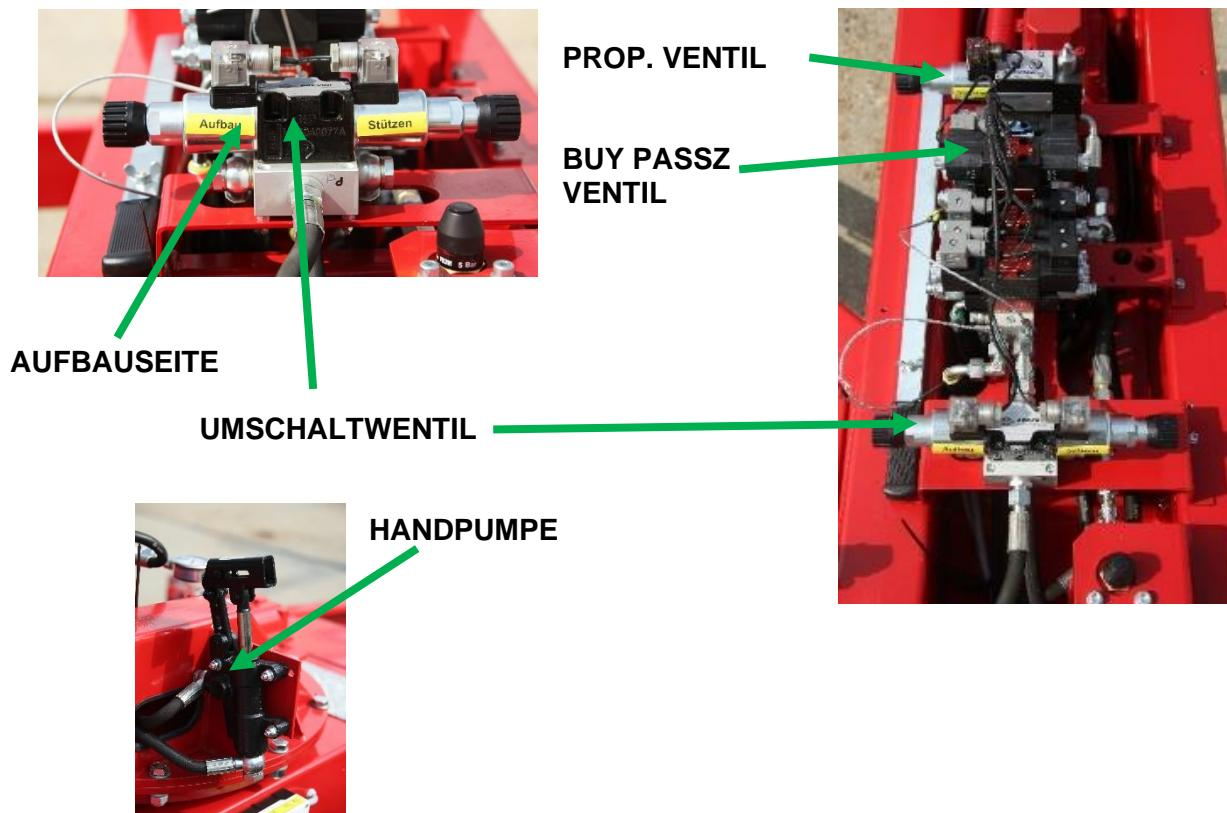

Abb. 23. Vorbereitung der Aufbau-notsteuerung
- 2.) Das **PROPORTIONAL VENTIL** völlig einschrauben Abb. 23.